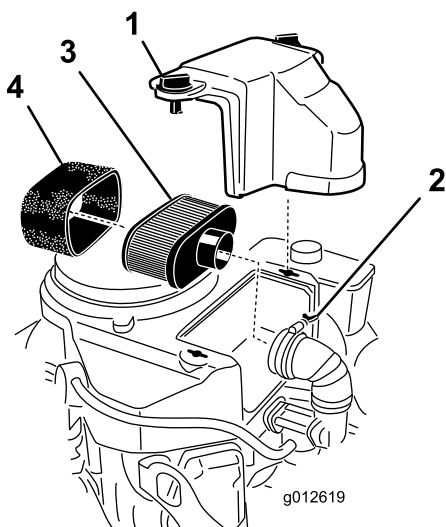

Figure 32
3. Nettoyez la surface autour du filtre à air pour éviter que des impuretés n'endommagent le moteur en tombant à l'intérieur (Figure 32).
4. Dévissez les boutons du couvercle et déposez le couvercle du filtre à air (Figure 32).
5. Dévissez le collier et déposez l'ensemble filtre à air (Figure 32).
6. Sortez délicatement l'élément en mousse de l'élément en papier (Figure 32).
1. Nettoyez l'élément en papier en le tapotant pour faire tomber la poussière. Remplacez-le par un neuf s'il est très encrassé (Figure 32).
Ne nettoyez pas l'élément en papier. Remplacez-le toutes les 200 heures de fonctionnement (Figure 32). Vérifiez que l'élément n'est pas déchiré ni couvert d'une pellicule grasse, et que le joint en caoutchouc n'est pas endommagé. Remplacez-le s'il est endommagé.
1. Glissez délicatement l'élément en mousse sur l'élément en papier (Figure 32).
2. Posez le filtre à air complet sur sa base ou sur le flexible et fixez-le en position (Figure 32).
3. Mettez le couvercle du filtre en place et serrez les boutons (Figure 32).